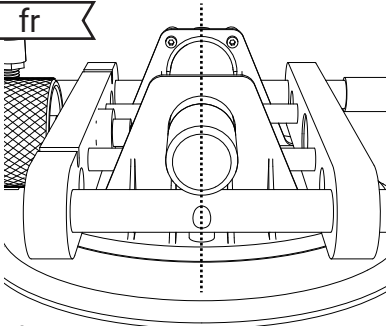

fig. 2
6. Sur chaque unité, tournez le rouleau moleté pour centrer le cylindre de la poignée avec l'encoche d'alignement. (voir fig. 2)